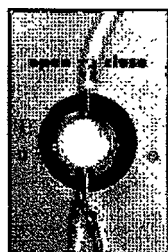

Fig. 4-18: Disposición de la bomba de infiltración
La manguera de infiltración (1) del aplicador WAL/ Biofill debe ser apuntada hacia arriba, los tubos de transferencia (2) para el suministro del fluido deben ser apuntados hacia abajo (Fig. 4-18).